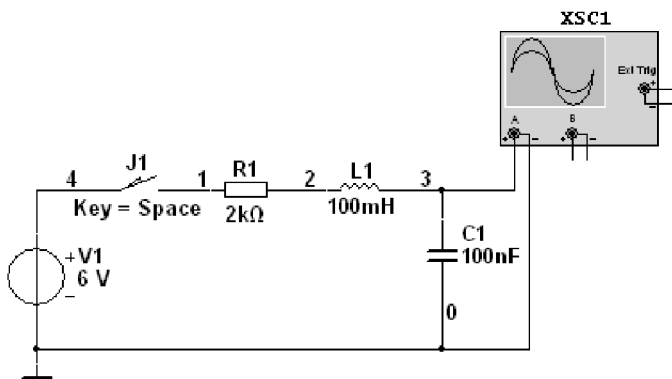

图 6-11 RLC 二阶动态电路临界阻尼仿真电路
- (3) RLC 二阶动态电路临界阻尼仿真电路如图 6-11 所示。
(3) RLC 二阶动态电路临界阻尼状态仿真电路 (见图 6-11)